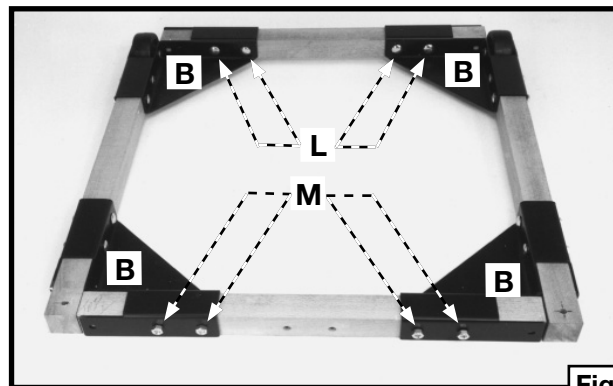

Fig. 10
- Positionner les planches à l'intérieur des supports de cornière (B) fig. 10. Aligner les quatre trous des planches avec ceux de chaque support de cornière (B) fig. 10. Fixer les planches aux supports avec les 16 boulons de carrosserie de 51 mm (2 po) (L) et les écrous hexagonaux (M).
REMARQUE: insérer les boulons de carrosserie (L) fig. 10, à partir de l'intérieur des supports (B) de sorte que les têtes carrées des boulons de carrosserie s'adaptent dans les trous carrés des supports (B).